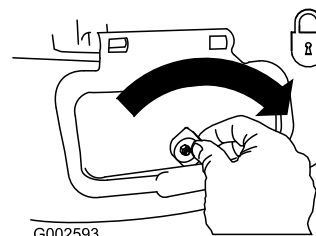

図 36
**重要** 側方排出ドアを閉じてドアをロックする 図 36。